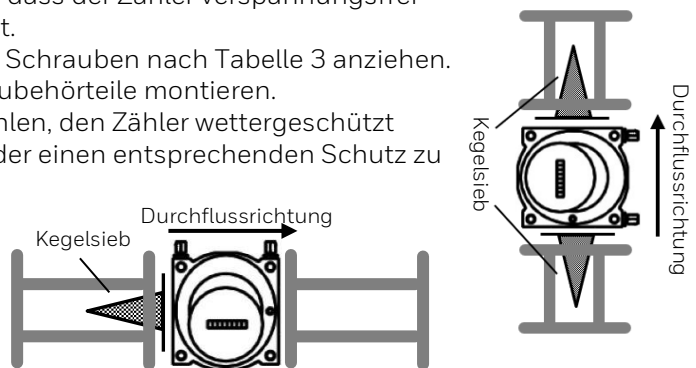

Abb. 11 | Einbau Kegelsieb
- › Öleinfüllstutzen (Abb. 11 | Nr. 1) entsprechend der Einbaulage herausdrehen.
- › Falls ein Ölstandskontrollstopfen (Abb. 11 | Nr. 2) eingebaut ist, diesen herausdrehen.
- › Die Ölmenge ist korrekt, wenn das Öl in den Gewindegängen der Ölstandskontrollbohrung (Abb. 11 | Nr. 2) oder in der Mitte des Schauglases sichtbar wird.